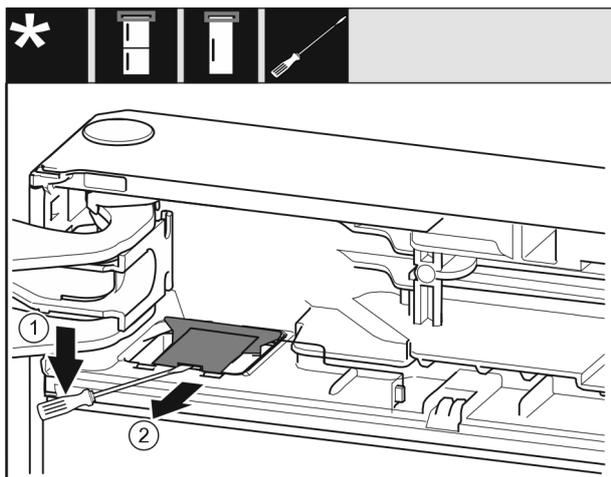

Fig. 11
- ▶ Con un cacciavite a intaglio disinnestare la copertura Fig. 11 (1).
- ▶ Estrarre la copertura Fig. 11 (2).